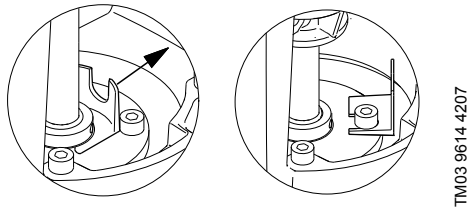

Рис. 15 Хранение регулировочной вилки
22. Снять с вала (поз. 51) регулировочную вилку (поз. Н). Повернуть её и закрепить винтом (поз. 58а). Смотри рис. 15.